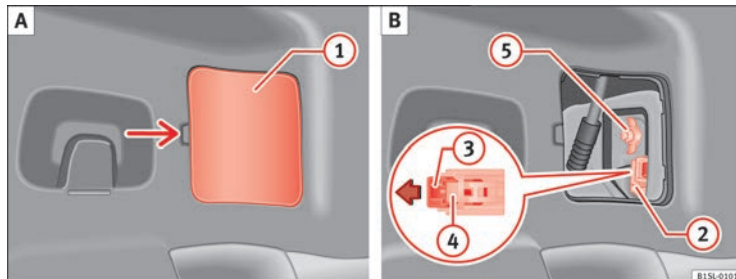

Abb. 156 Seitlich im Gepäckraum: A: Abdeckung ausbauen, B: Rückleuchte ausbauen.
3. Die Abdeckung ① vorsichtig abhebeln ⇒ Abb. 156 A. ▶
4. Verriegelung ③ am Anschlussstecker ② in Pfeilrichtung ziehen ⇒ Abb. 156 B. Dazu den Schraubendreher aus dem Bordwerkzeug zur Hilfe nehmen.
5. Verrastung ④ drücken und Anschlussstecker ② abziehen ⇒ Abb. 156 B.
6. Flügelmutter ⑤ abschrauben ⇒ Abb. 156 B.
13. Mit einer Hand die Rückleuchte an der Einbauposition halten und mit der anderen die Flügelmutter ⑤ festdrehen ⇒ Abb. 156 B.
15. Anschlussstecker ② auf den Lampenhalter stecken und Verriegelung ③ entgegen der Pfeilrichtung in den Stecker drücken ⇒ Abb. 156 B.